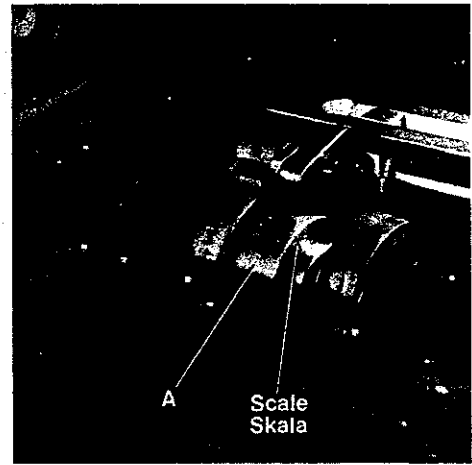

**Fig.68**
2. Loosen screw (C, Fig. 68).
3. To increase the looper avoid motion move screw (C, Fig. 68) in the direction of the arrow towards "A", to decrease the motion move it in the direction towards "B". Retighten screw.
2. Lösen Sie die Schraube (C, Fig. 68).
3. Verschieben Sie für einen größeren Seitenweg die Schraube (C, Fig. 68) in Pfeilrichtung nach "A" und für einen kleineren Seitenweg in Richtung nach "B". Ziehen Sie die Schraube wieder an.